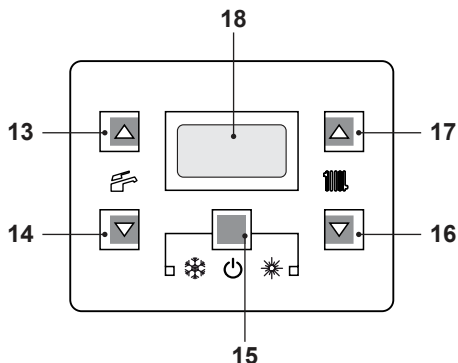
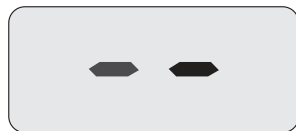

Figura 7.2
Figura 7.8
- Entre en la "modalidad de programación" pulsando simultáneamente durante 10 segundos los botones 15 - 16 - 17 (Figura 7.2) hasta que aparezcan en la pantalla LCD las letras **Pr** alternadas con el código 01, que indican la entrada en el "parámetro 01" (Figura 7.3).
- Pulse simultáneamente los botones 16 y 17 (Figura 7.2) hasta que aparezcan en la pantalla LCD las letras **LP** alternadas con el valor de temperatura del agua de calefacción (ej. **45**), que indican la entrada en la activación de la "función deshollinador" a la potencia mínima (Figura 7.4).
- Pulse el botón 16 (Figura 7.2) hasta que aparezcan en la pantalla LCD las letras **LP** alternadas con el valor de temperatura del agua de calefacción (ej.60), que indican la entrada en la activación de la "función deshollinador" a la potencia mínima para agua sanitaria (Figura 7.7).
- Apague la caldera manteniendo pulsado durante 2 segundos el botón 15 (Figura 7.2) hasta que aparezca en la pantalla LCD el símbolo **— —** (Figura 7.8).